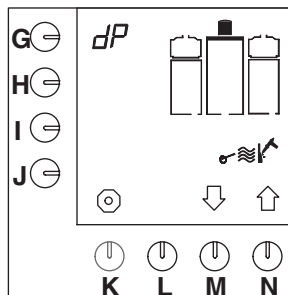

Fig. 15 Start ontkalkingsprogramma koffiezetstelsysteem
- Het ontcalcingsprogramma verschijnt in het display (fig. 15).
- houdt programmeertoets (G.) ingedrukt, totdat fig.15 weer in het display verschijnt.